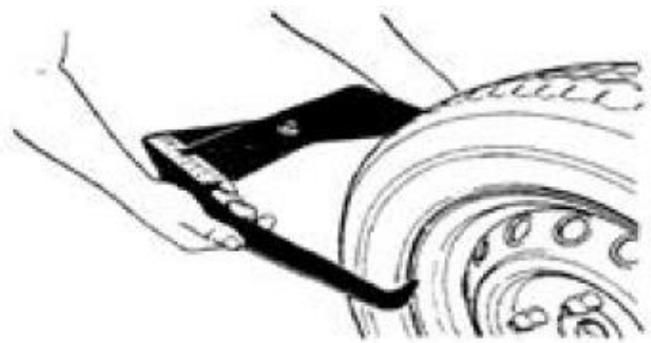

Abb.2
- * Einstellen des "b" -Wertes: Lesen Sie den Durchmesser welche auf dem Rad angegeben ist ab oder benutzen Sie hierzu die Breitenmesslehre (wie in Abb.2 angezeigt), danach den Wert mittels der